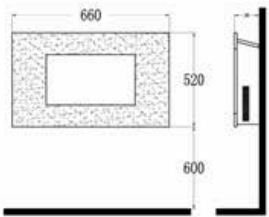

Abb. 3
- Es wird eine Höhe von 600 mm von der Unterseite des Heizgeräts bis zum Boden empfohlen, um eine optimale Sicht auf die Brennkammer zu bieten. (Siehe Abb. 3 für empfohlene Montage Maße).